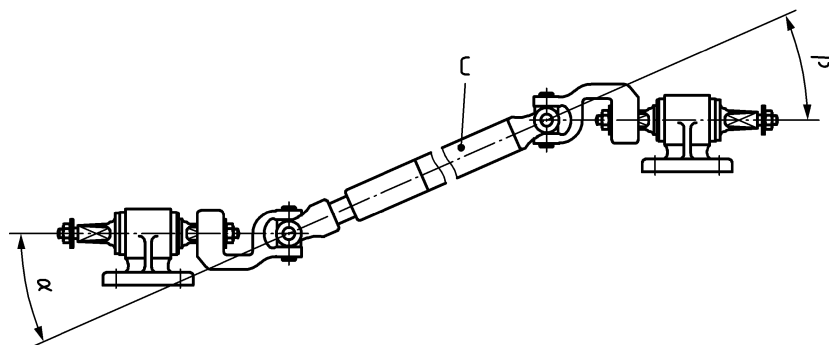

Bild 3 — Richtige Winkelstellung
Die Winkel α und β an beiden Enden des Gestängerohres (C) müssen gleich groß sein, siehe Bild 3.